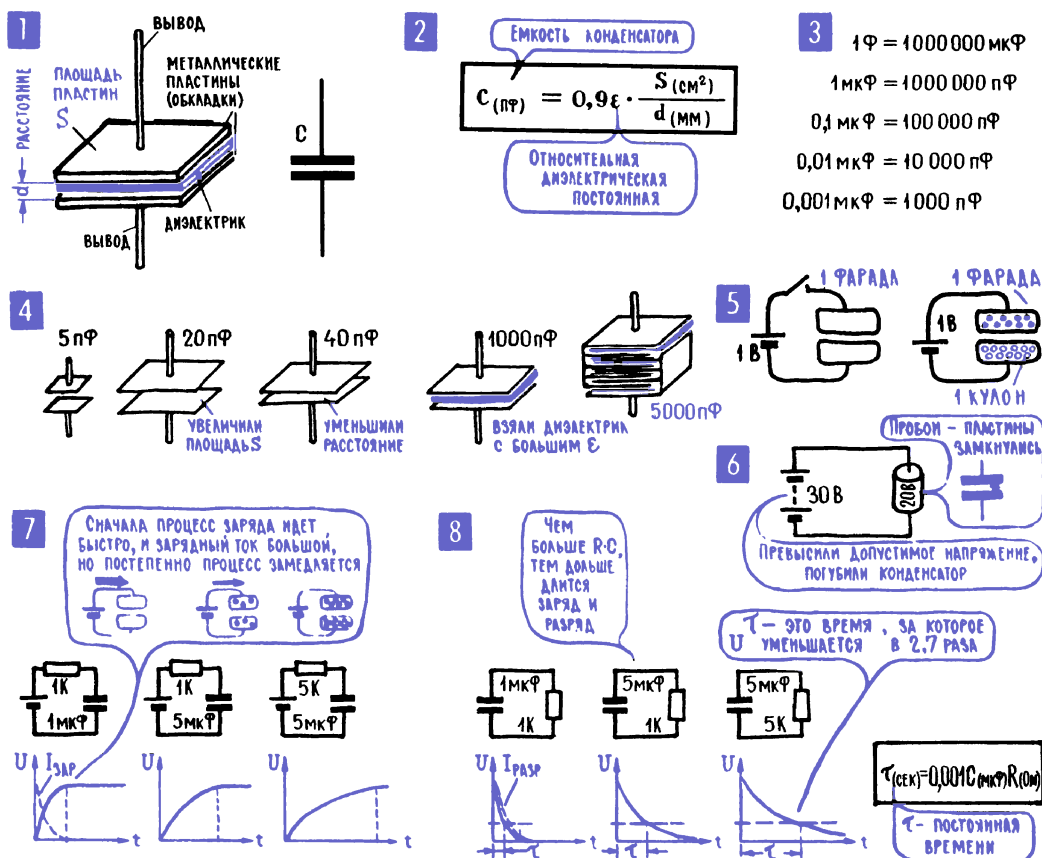

Рис. 4.14. Конденсаторы
13. Конденсатор – устройство для накопления электрических зарядов. Если расположить одну над другой две металлические пластины и на короткое время подключить их к генератору, то на пластинах накопится какое-то количество зарядов, и они будут оставаться там довольно долго. То, что заряды не уходят с пластин, можно упрощенно объяснить так: пластины эти находятся близко, и разноименные заряды своими электрическими полями притягиваются друг к другу и не дают друг другу уйти с пластин. Такой пластинчатый накопитель зарядов называют конденсатором (рис. 4.14; 1) и на схемах обозначают буквой *C* (от слова capacitor – накопитель). Конденсаторы различаются формой пластин и веществом (изолятором), которое находится между ними. Обкладки конденсатора – так часто называют его пластины – в простейших случаях выполняют в виде дисков, вставленных друг в друга трубок или свернутых в спираль металлических лент из фольги.
14. Емкость конденсатора характеризует его способность накапливать заряды; единица измерения емкости – фарад. Количество зарядов, которое накапливается на конденсаторе, зависит от того, каким напряжением его заряжали: чем больше это напряжение, тем больший заряд оно втолкнет на пластины при прочих равных условиях. А еще количество накопленных зарядов зависит от свойств самого конденсатора. О его способности накапливать заряды говорит особая характеристика – емкость конденсатора. Единица электрической емкости – *фарад*, такая емкость будет у некоторого условного конденсатора, в котором под действием зарядного напряжения 1 вольт накопится заряд в 1 кулон (рис. 4.14; 5). Емкость конденсатора тем больше, чем больше площадь его пластин (иногда для увеличения этой площади делают конденсаторы с большим числом параллельно соединенных пластин) и чем меньше расстояние между ними (чем ближе пластины, тем сильнее притягивающее поле одной из них действует на заряды, которые находятся на другой). Кроме того, емкость определяется свойствами вещества между пластинами. О них говорит характеристика вещества, которая называется *диэлектрической проницаемостью ϵ* : чем она
Важная характеристика конденсатора – его рабочее напряжение. Оно обычно указано на корпусе, и превышать его при зарядке конденсатора нельзя. Это может привести к пробое или к разрушению диэлектрика, пластины конденсатора замкнутся, и он превратится в обычный проводник (рис. 4.14; 6).
15. Время заряда (разряда) конденсатора зависит от его емкости и от сопротивления зарядной (разрядной) цепи. В момент, когда мы подключаем конденсатор к электрическому генератору, в цепи появляется некоторый зарядный ток – это свободные электроны идут к одной обкладке конденсатора и уходят с другой, происходит накапливание зарядов на обкладках (рис. 4.14; 7). Зарядный ток будет протекать до тех пор, пока конденсатор не примет все, что он может принять, пока не запасет столько зарядов, сколько позволяет его емкость. Чем больше емкость, чем больше зарядов должен накопить конденсатор, тем дольше будет продолжаться процесс заряда, тем дольше будет существовать в цепи зарядный ток. Но как только заряд конденсатора закончится, этот ток прекратится. Если последовательно с конденсатором в зарядную цепь включить резистор, то он ограничит ток в цепи, и процесс заряда конденсатора будет длиться дольше.